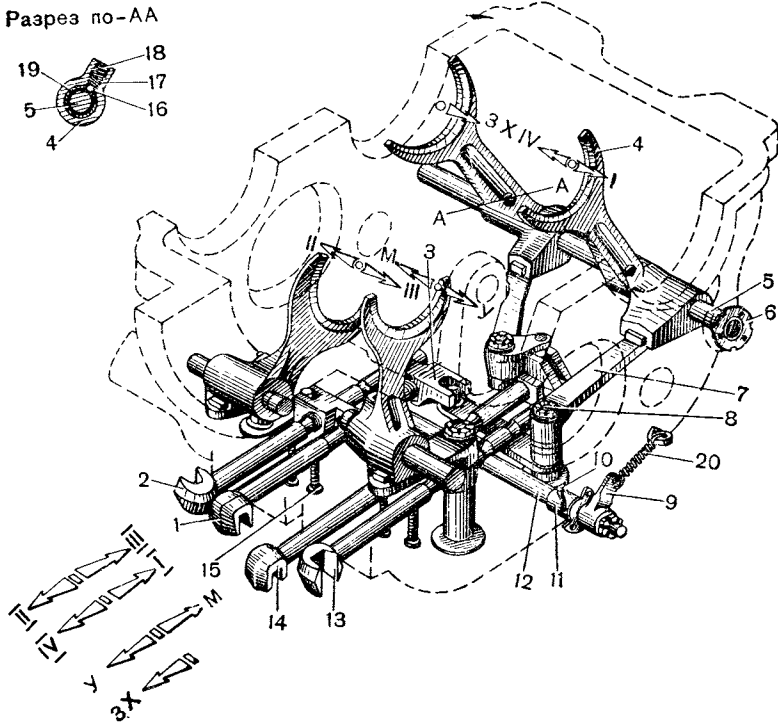

Рис. 160. Механизм переключения передач:
**Механизм переключения передач** (рис. 160) служит для передвижения муфт включения и подвижных шестерен на валах коробки передач. Он смонтирован в нижней половине картера и состоит из четырех поводковых валиков 1, 2, 13 и 14, четырех угловых рычагов 7, трех осей 5 и четырех вилок 4 переключения.
Нейтральному положению рычага 29 (рис. 163) переключения передач и рычага 30 демультипликатора соответствует нейтральное положение вилок 4 (рис. 160) переключения, зафиксированное на осях 5 шариками 16 фиксаторов. При этом шестерня 68 (см. рис. 148) муфт 45 и 33 включения занимает нейтральное положение, а шестерня 39 — правое положение. Если при этом главный фрикцион будет включен, то замок механизма переключения коробки передач закрыт и перемещение рычагов кулисы невозможно.
При выжатой до упора педали главного фрикциона необходимо переместить рычаг 29 (рис. 163) в положение, соответствующее включенной передаче. При этом один из переводных стержней кулисы перемещается и посредством тяг поворачивает один из двуплечих рычагов 8, 9 или 11. Двуплечий рычаг, поворачиваясь, перемещает поводковый валик механизма переключения и при помощи одной из вилок 3 (рис. 160) поворачивает угловой рычаг 7, который в свою очередь, преодолевая силу сжатия пружины 17 фиксатора, перемещает на оси вилку 4 переключения.